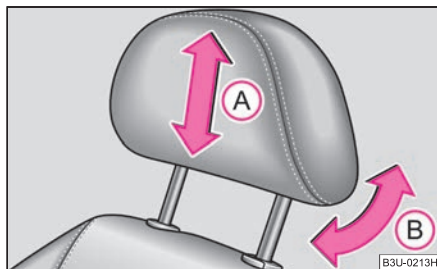

Fig. 56 Regolazione del poggiatesta
- Afferrare lateralmente il poggiatesta con entrambe le mani e farlo scorrere nel senso della freccia **(A)** verso l'alto o il basso ⇒ fig. 56. L'effetto protettivo ottimale si ottiene quando il bordo superiore del poggiatesta si trova all'incirca alla stessa altezza della parte superiore del capo ⇒ pag. 129, fig. 136.
I poggiatesta dei sedili anteriori sono inclinabili e regolabili in altezza ⇒ fig. 56, i due poggiatesta posteriori esterni sono regolabili in altezza (ca. 15 mm). Il poggiatesta posteriore centrale è fisso. ►